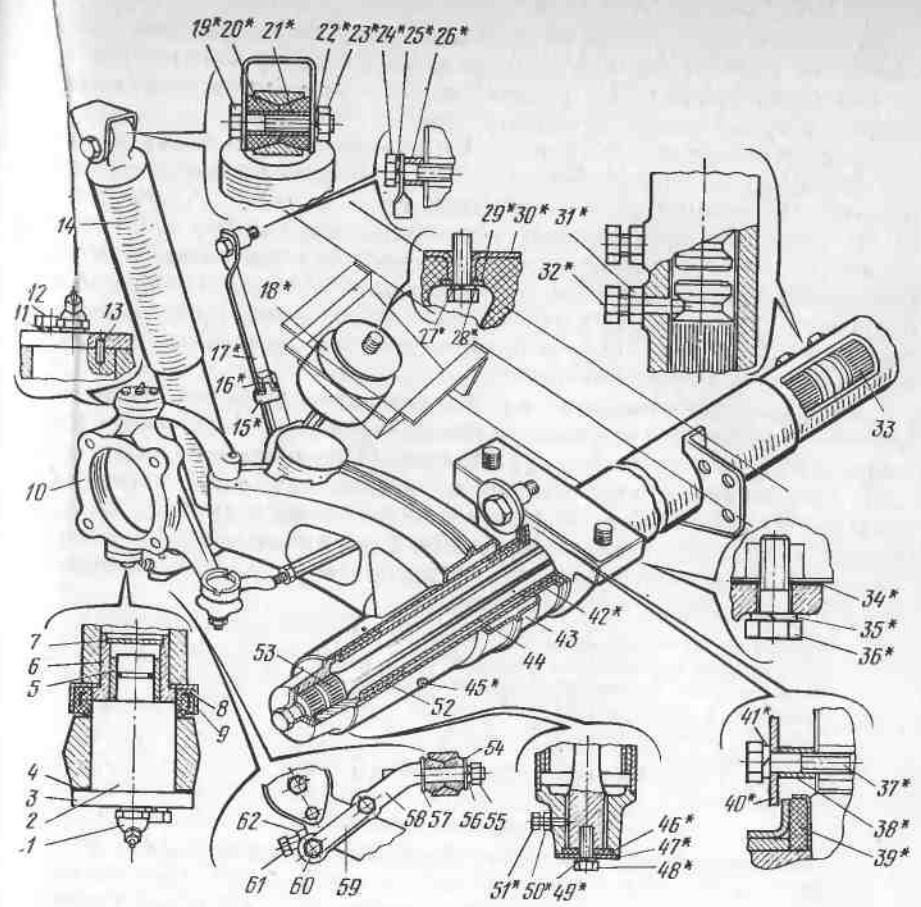

Рис. 127. Передняя подвеска:
Подвески автомобиля независимого типа, рычажно-торсионные, с телескопическими гидравлическими амортизаторами двустороннего действия. Передняя и задняя подвески состоят из осей, продольных рычагов, торсионов и амортизаторов. Торсионы являются основными упругими элементами подвесок. Передняя подвеска показана на рис. 127. Детали, обозначенные на этом рисунке знаком\*, применяются также и на задней подвеске.
отвернуть два болта, крепящих нижнюю накладку 3 (см. рис. 127) шкворня поворотного кулака, и снять такое количество регулировочных прокладок, чтобы при установке накладки на место и затяжке болтов крутящим моментом 3,0...3,5 кгс·м колесо поворачивалось вокруг оси шкворней свободно и отсутствовал осевой зазор. свободного поворачивания колеса вокруг оси шкворней необходимо добиться только за счет подбора количества регулировочных прокладок, а не за счет недотяжки болтов крепления накладки
**Регулировка положения рычагов подвески.** При эксплуатации автомобиля торсионы подвески могут «проседать». Признаком «проседания» является уменьшение зазора между буферами 18 (см. рис. 127) и опорами буферов на рычагах подвесок. Величина зазора для снаряженного автомобиля должна быть на передней подвеске 10...20 мм, на задней — 15...25 мм. Величины зазоров на левом и правом колесах не должны отличаться более чем на 7 мм. При несоответствии зазоров указанным требованиям необходимо произвести работы по перестановке торсионов в следующей последовательности:
приподнять автомобиль до положения, когда палец ограничителя хода переднего рычага соприкоснется с нижним краем ограничителя 17 (см. рис. 127), приложив ленту по месту установки, а ось пальца заднего рычага будет напротив нижнего края ленты ограничителя;
**Регулировка наибольших углов поворота передних колес** производится отдельно для каждого колеса. Для этого необходимо отпустить контргайки 62 (см. рис. 127) и вращением регулировочного болта 61, установленных на вилках рычагов подвесок, устанавливают наибольший угол поворота передних колес. Он должен быть в пределах  $30^{\circ} - 2^{\circ}30'$  при замере угла по внутреннему колесу.
**Снятие рычага подвески** производится при замене рычага, при замене металлокерамических втулок 42 и 52 (см. рис. 127), уплотнительного кольца 39, корпусов втулок шкворней с втулками в сборе для передней подвески. Порядок проведения работы следующий: ослабить гайки крепления колеса и болты крепления фланца полуоси;